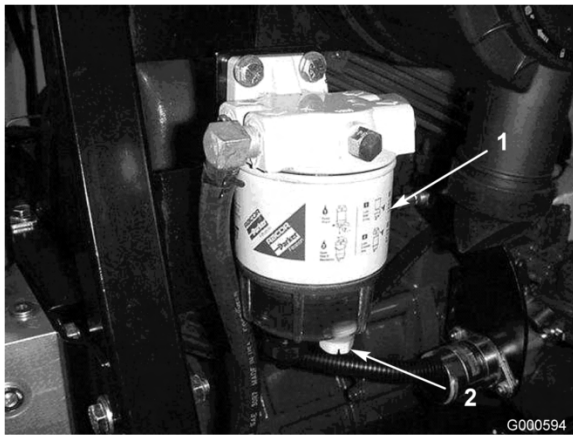

Figura 37
Retire a água ou outro tipo de contaminação do separador de água (Figura 37) diariamente.
2. Liberte o tampão de escoamento que se encontra na zona inferior do recipiente do filtro (Figura 37). Volte a apertar o tampão após o escoamento.